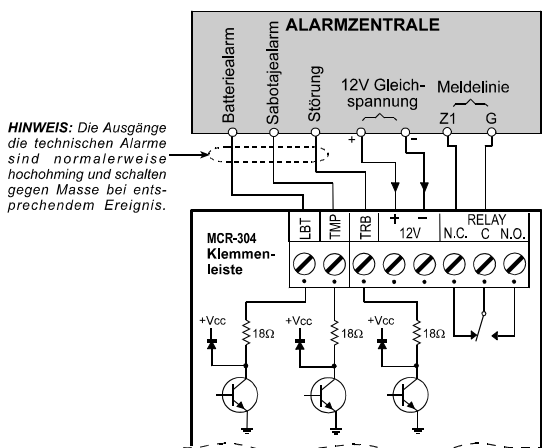

Abb. 5: Verdrahtung
- Sollen die technischen Alarme des **MCR-304** Empfängers (Sabotage, Batteriewarnung und Störung) ebenfalls von der Zentrale ausgewertet werden, verbinden Sie diese mit entsprechenden Eingängen an der Alarmzentrale, wie in Abb. 5 dargestellt.